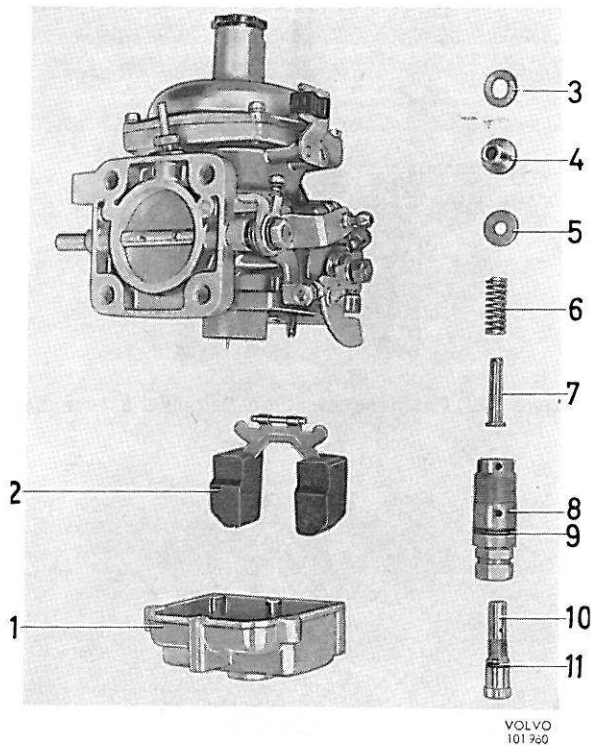
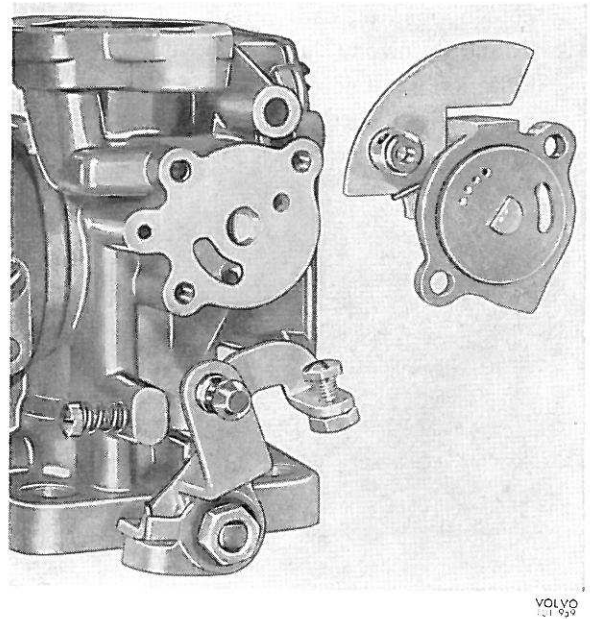

Figure 89. Cuve à niveau constant désassemblé
Figure 90. Dispositif de départ à froid
1. Visser le gicleur pour le placer en position supérieure. Desserrer le porte-gicleur (8, figure 89) de 1 tour environ.
4. Enlever les vis (5), la rondelle (6) et la membrane (7).
5. Déposer la cuve à niveau constant (1, figure 89).
7. Dévisser et enlever le porte-gicleur (8) avec vis de réglage (10), gicleur (7), ressort (6), guide (4) et rondelles (3 et 5).
Vérifier l'état de la membrane. La remplacer si elle est crevassée ou gonflée. Vérifier l'aiguille à essence au point de vue usure. La remplacer si elle tordue ou usée. S'assurer que les surfaces de contact et d'étanchéité sont en bon état. Vérifier le disque de dosage (figure 90) du dispositif de départ à froid et la surface d'étanchéité correspondante du corps du carburateur au point de vue usure.
4. Serrer la vis de réglage (10, figure 89), munie d'un joint torique (11) neuf, dans le porte-gicleur (8). Mettre un nouveau joint torique (9) au porte-gicleur.
5. Poser le ressort (6), la rondelle de laiton (5), le guide (4) muni d'un nouveau joint torique, et la rondelle en alliage léger (3) sur le gicleur. Poser ensuite le groupe entier, avec porte-gicleur et vis de réglage, dans le corps du carburateur. Serrer le porte-gicleur à la main, mais pas définitivement. Serrer la vis de réglage jusqu'à ce que la partie supérieure du gicleur touche le piston à dépression lorsque ce dernier se trouve en position inférieure. Centrer le gicleur et le guide, voir "Centrage du gicleur", page 46.
6. Remonter le flotteur (2) avec son axe. La surface plane du flotteur doit être tournée du côté opposé au carburateur.
9. Monter le dispositif de départ à froid. Si ce dispositif a été désassemblé, remonter le disque de dosage et la plaque formant came en se référant à la figure 90. Les alésages calibrés du disque de dosage doivent être tournés du côté de la plaque formant came.